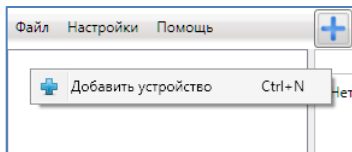

Рисунок 3.3 — Регистрация КТС вручную
- 1) щелкните правой кнопкой мыши по свободному месту в области дерева устройств программы STEMAX Конфигуратор и в появившемся меню выберите *Добавить устройство* (см. рисунок 3.3);